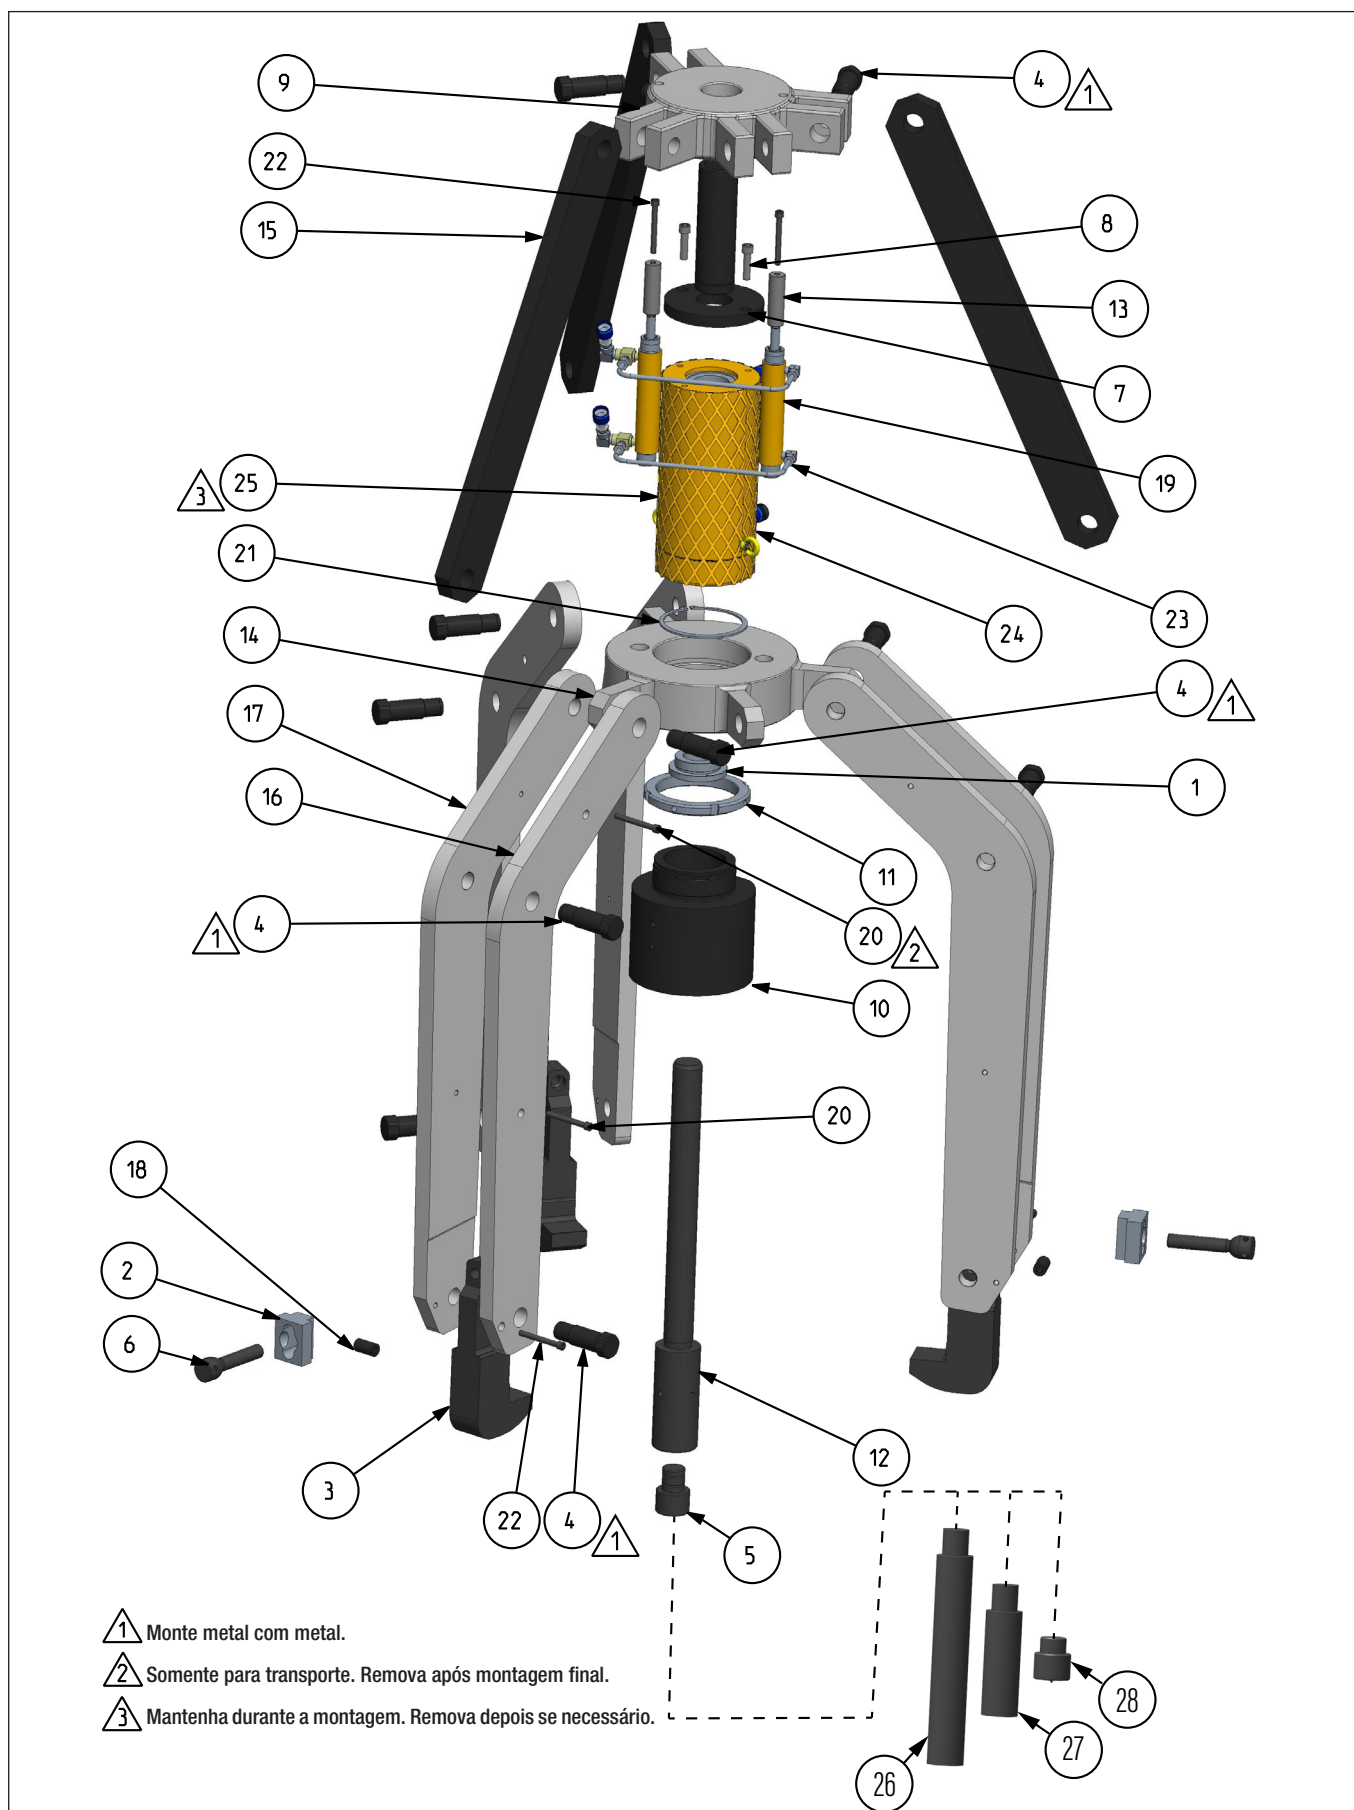

Figura 20: Vista Explodida - Extrator Hidráulico
9.2.1 Tabela de Peças do Extrator Hidráulico LGH3100 (Figura 20)